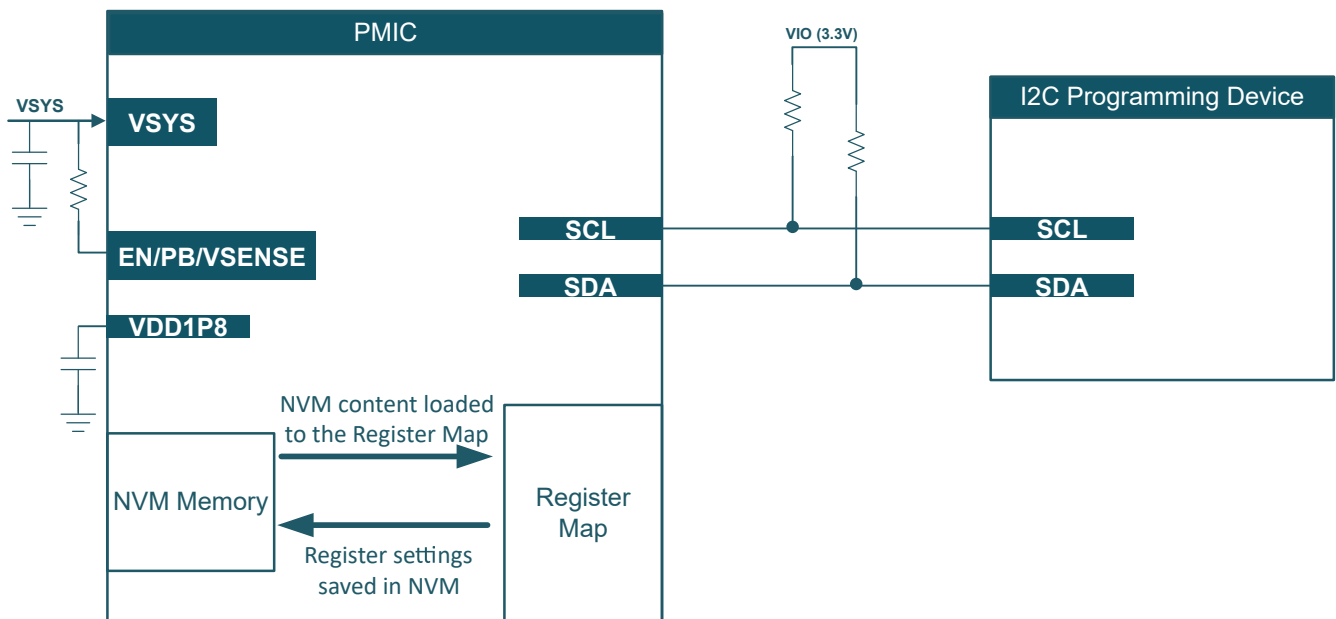

图 2-1. NVM 编程的硬件设置
PMIC 有两个存储器空间：寄存器映射空间和 NVM 空间。对 NVM 重新编程的方法是：首先通过串行接口 (I2C) 写入寄存器映射，然后将寄存器设置保存到 NVM 中。由于配置首先需要写入控制稳压器和数字引脚的寄存器映射，因此必须对 PMIC 资源没有依赖或使用需求。例如，在重新对 NVM 进行编程时，必须使用外部电源为 I2C 引脚的上拉电阻供电，而不是使用其中一个 PMIC 电源器件。表 2-1 和图 2-1 显示了在 PMIC 和编程器件之间进行硬件设置的最低硬件要求。
- **生产线**：在将器件焊接到最终 PCB 之前，还可以根据图 2-1 在生产线中重新对 PMIC NVM 进行编程。